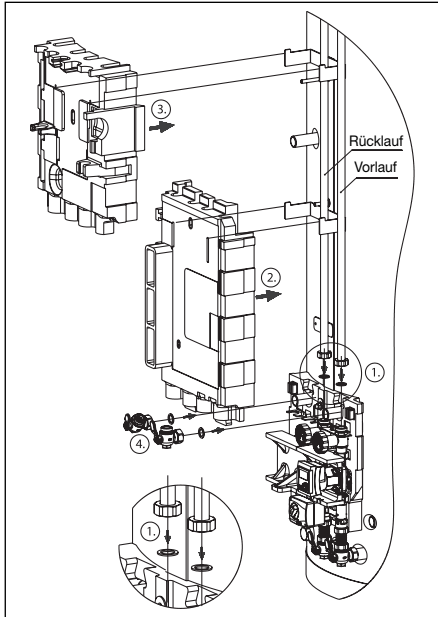

Abb. 11 Montage Wärmedämmungen
- Die Heizkreisgruppe über den Speicher hinaus verrohren (Abb. 11 Punkt 1), bzw. Anschlussset Art.-Nr. 1383580 und für den optionalen zweiten Heizkreis Art.-Nr. 1383581 nutzen.